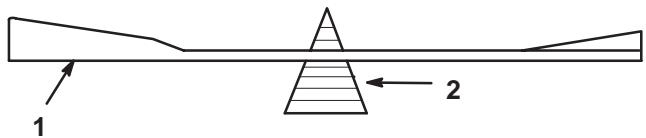

Figure 36
2. Controllate l'equilibrio della lama posizionandola su un bilanciatore (Fig. 36). Se la lama rimane in posizione orizzontale, è equilibrata e può essere utilizzata. In caso contrario, limate soltanto il retro della lama. Ripetete la procedura finché la lama non è perfettamente equilibrata.